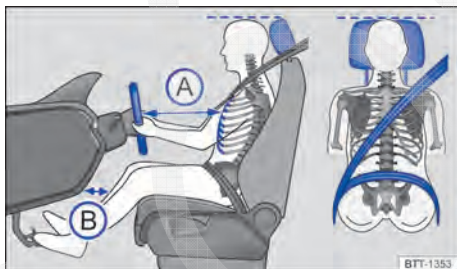

Fig. 2 Distância correta do condutor em relação ao volante, posição correta do cadarço do cinto de segurança e ajuste correto do apoio para cabeça.
- Ajustar o banco de modo que a distância entre o volante e o tórax tenha no mínimo 25 cm → Fig. 2 (A) e que o condutor possa segurar o volante pela borda externa com as duas mãos e os braços ligeiramente dobrados.
- Ajustar o banco do condutor na direção longitudinal de modo que os pedais possam ser acionados com as pernas ligeiramente arqueadas e a distância para o painel de instrumentos na área do joelho seja de, no mínimo, 10 cm → Fig. 2 (B).
- Para os assentos com apoio para cabeça: ajustar o apoio para cabeça de modo que a sua borda superior se encontre preferencialmente na mesma linha da parte superior da cabeça → Fig. 2 – porém não abaixo da altura dos olhos. Posicionar a parte posterior da cabeça o mais perto possível do apoio para cabeça.